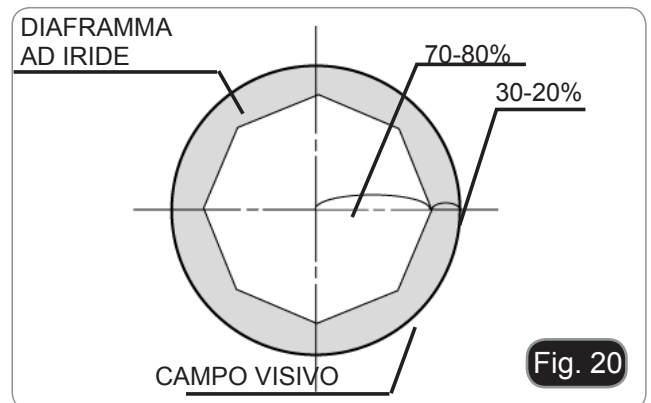

Fig. 20
- Per campioni con basso contrasto impostare il valore dell'apertura numerica a circa il 70%-80% dell'A.N. dell'obiettivo. Se necessario, rimuovere un oculare e, guardando nel portaoculare vuoto, regolare la ghiera del condensatore fino ad ottenere un'immagine come quella di Fig. 20.